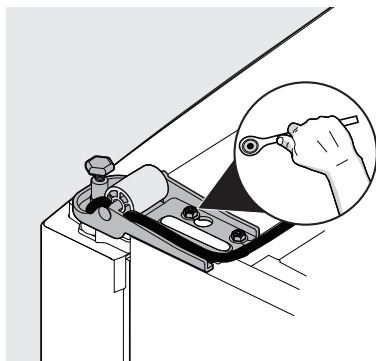

Figura 4
8. Quite la bisagra inferior usando una llave de 5/16" (8 mm) (vea la figura 4).